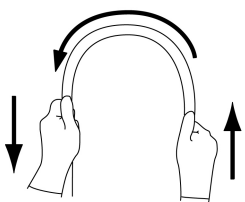

図2
- 5.挿入部を両手で持ち、全長にわたって図2に示すように順次半円の頂点をずらすように曲げたときに、適切な軟らかさを有しており、軟らかさが不連続になっているなどの異常がないこと。